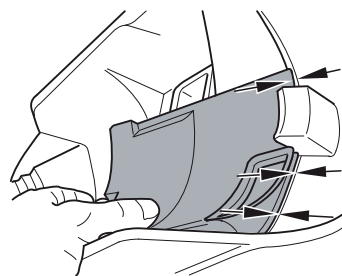

Abb. 30
10. Setzen Sie die Filter-Abdeckung wieder ein, indem Sie sie zuerst oben präzise einhaken (Abb. 30). **Die Kanten der Filter-Abdeckung und der Filter-Konsole müssen exakt bündig abschließen (Abb. 30).** Sollte dies nicht der Fall sein, setzen Sie die Filter-Abdeckung erneut an (Abb. 30).